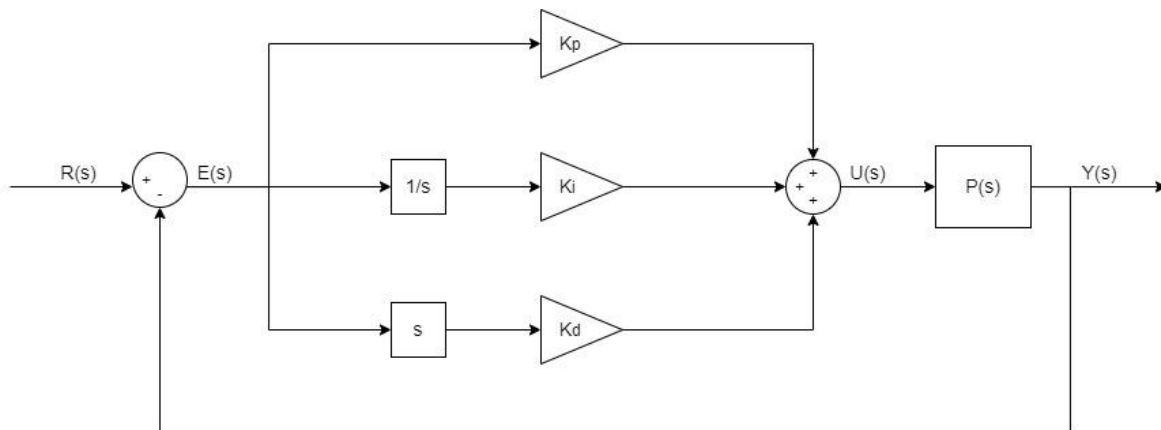

Figura 1. Diagrama de bloques de un sistema controlado con acciones PID
Las funciones de transferencia (1) y (2) podrían representar a la planta $P(s)$ en un sistema de control como el de la figura 1, ya sea para controlar la velocidad o la posición del motor, respectivamente.
Donde la función error, $e(t)$, representa la diferencia entre la señal de referencia del sistema de lazo cerrado y la variable controlada. El funcionamiento del control PID se podría describir así: el término proporcional es basado en el error presente, la acción integral depende de los valores pasados y la acción derivativa en la “predicción” del valor futuro del error. En la figura 1 se aprecia una posible representación del controlador PID.
Como se puede ver en la figura 1, todas las acciones de control (proporcional, integral y derivativa) son calculadas con base en el valor de error $E(s)$, pero para la acción derivativa surge un problema debido a la condición de “no causalidad” dada por su función de transferencia. Para solucionar esto se puede usar un filtro pasa-bajos junto con la acción derivativa, que equivale a agregar un polo alejado en la función de transferencia. En este caso se puede utilizar un filtro cuya función de transferencia es $100/(s + 100)$ y que, además, ayudará a eliminar las señales de ruido de alta frecuencia que pudieran estar presentes en la señal medida y en su derivada.